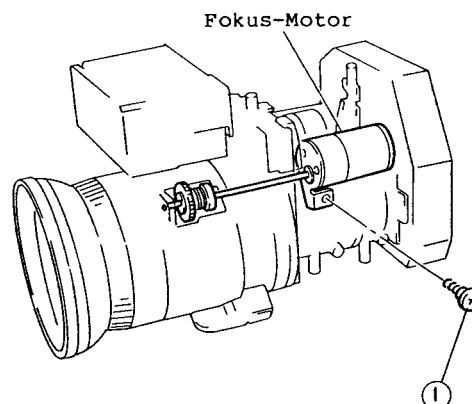

Abb. 2-104
1. Eine (1) Befestigungsschraube des Fokus-Motors entfernen (siehe Abb. 2-104).